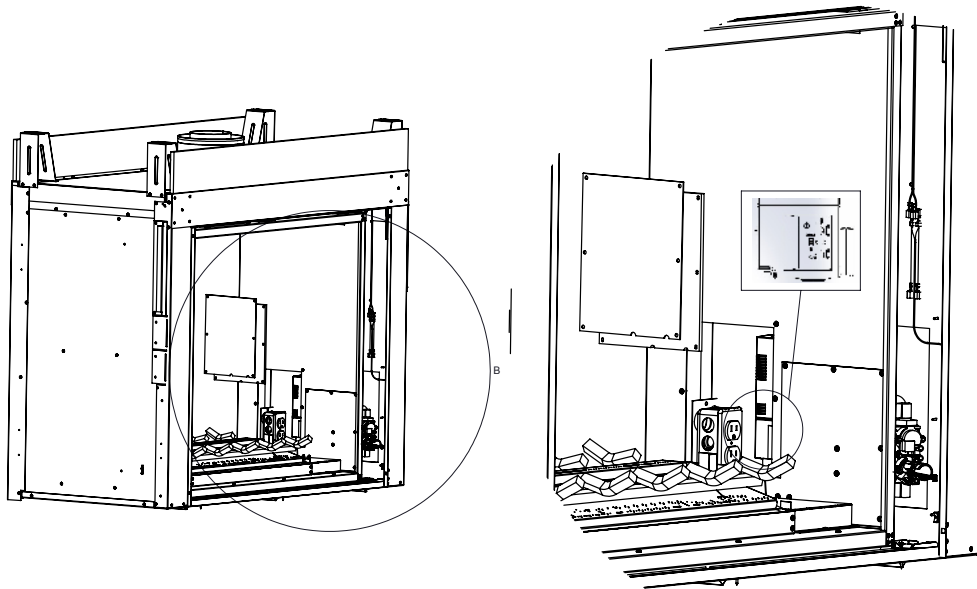

Figure 3.5
Le système d'allumage intermittent IntelliFire™ Tactile est livré avec un système de piles de secours permettant au système de fonctionner pendant une panne d'électricité. Le système offre une transition sans interruption entre l'alimentation c.a. et les piles de secours. Le bloc-piles installé en usine se trouve dans la cavité des commandes de l'appareil. Voir la figure 3.5. La longévité et la performance des piles seront affectées par une exposition à long terme aux températures de fonctionnement de cet appareil.
5. Retirez le panneau d'accès pour accéder au module de commande en dévissant les six vis. Voir la figure 3.5.